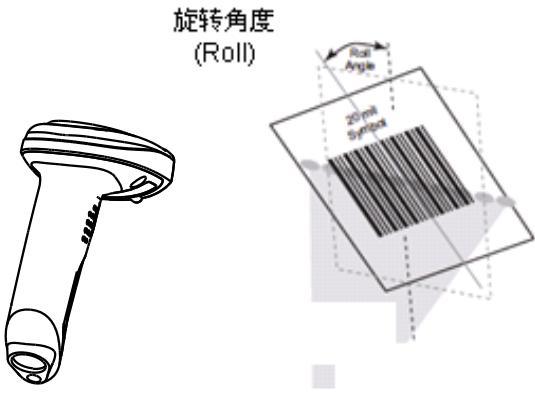

图 1-12
- ✧ 旋转角度(Roll)：±30°，测试条件为0°倾斜角及0°偏转角（见图 1-12）。